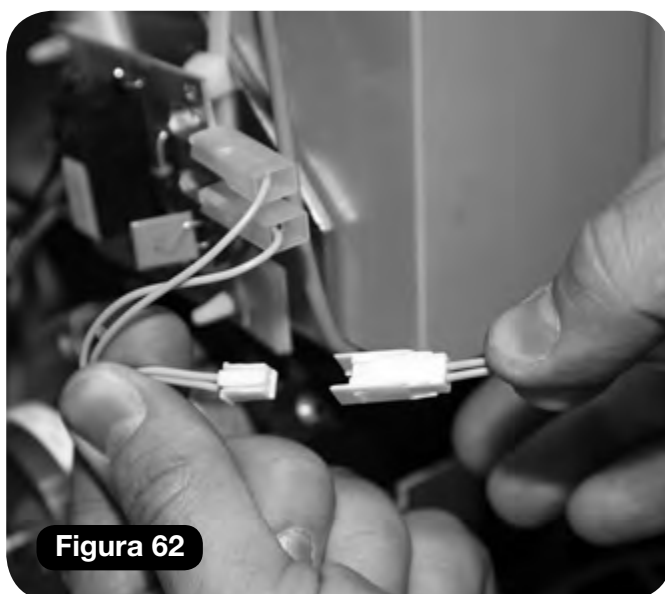

Figura 62
- g Conecte los haces de cable del reposapiés (amarillo doble) **(Figura 62)**.